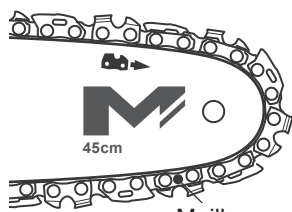

Fig. 9 Maillons d'entraînement
- > Tendez délicatement la vis de tension [6] jusqu'à ce que les maillons d'entraînement touchent juste le bord inférieur du guide-chaîne [4] (Fig. 9).